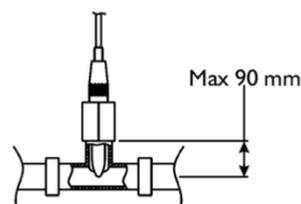

Fig. 4
- b) Selle pour l'injecteur de pH (Fig. 4) : Avant l'installation, percez un trou dans le tuyau après la cellule électrolytique d'environ 9mm. Installez une douille avec connexion 3/8" femelle GAS raccord à filetage en selle. La valve d'injection sera connectée à la prise.